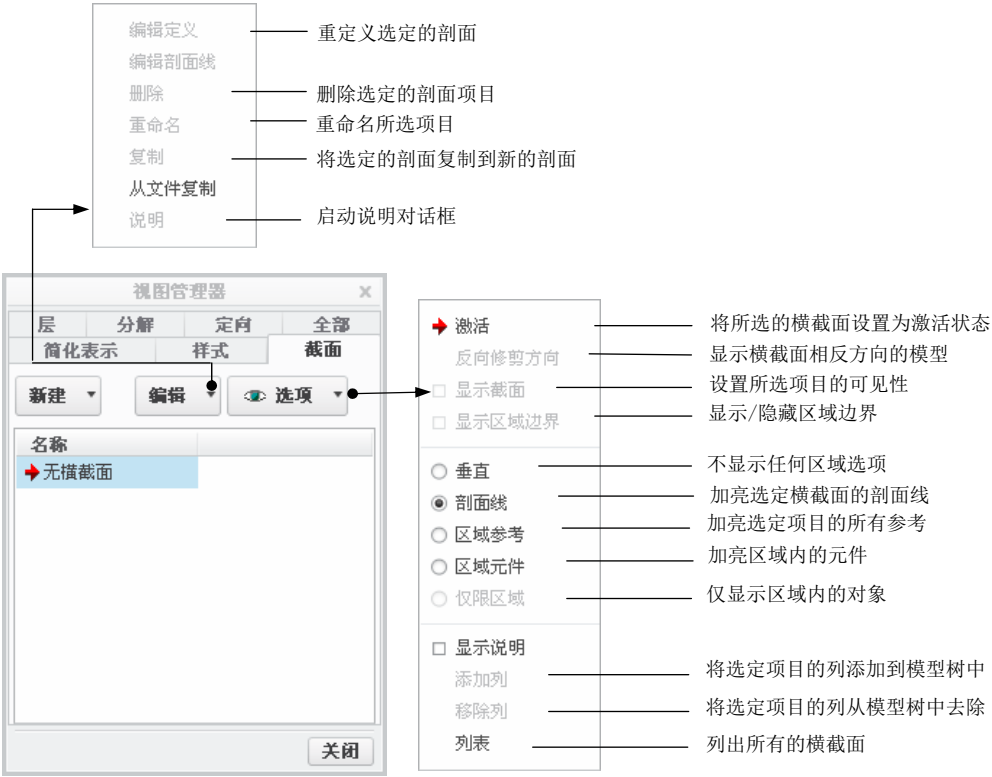

图 9.3.3 设置横截面
选择 **视图** 功能选项卡 **模型显示** 区域 **管理视图** 节点下的 **视图管理器** 命令，在弹出的对话框中单击 **截面** 选项卡，即可进入横截面操作界面，操作界面中各命令的说明如图 9.3.3 所示。
- Step3. 单击 **截面** 选项卡，在图 9.3.3 所示的剖面操作界面中单击 **新建** 按钮，选择“平面”选项 **平面**，输入名称 section1，并按回车键。